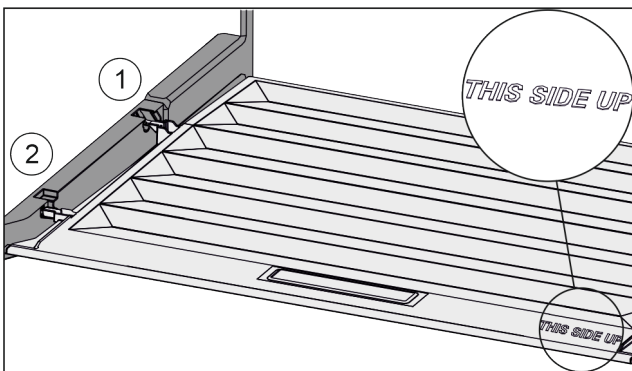

Fig. 136
- ▶ Výstupky veka zaved'te cez otvor zadného držiaka Fig. 136 (1) a zaistite vpredu v držiaku Fig. 136 (2).